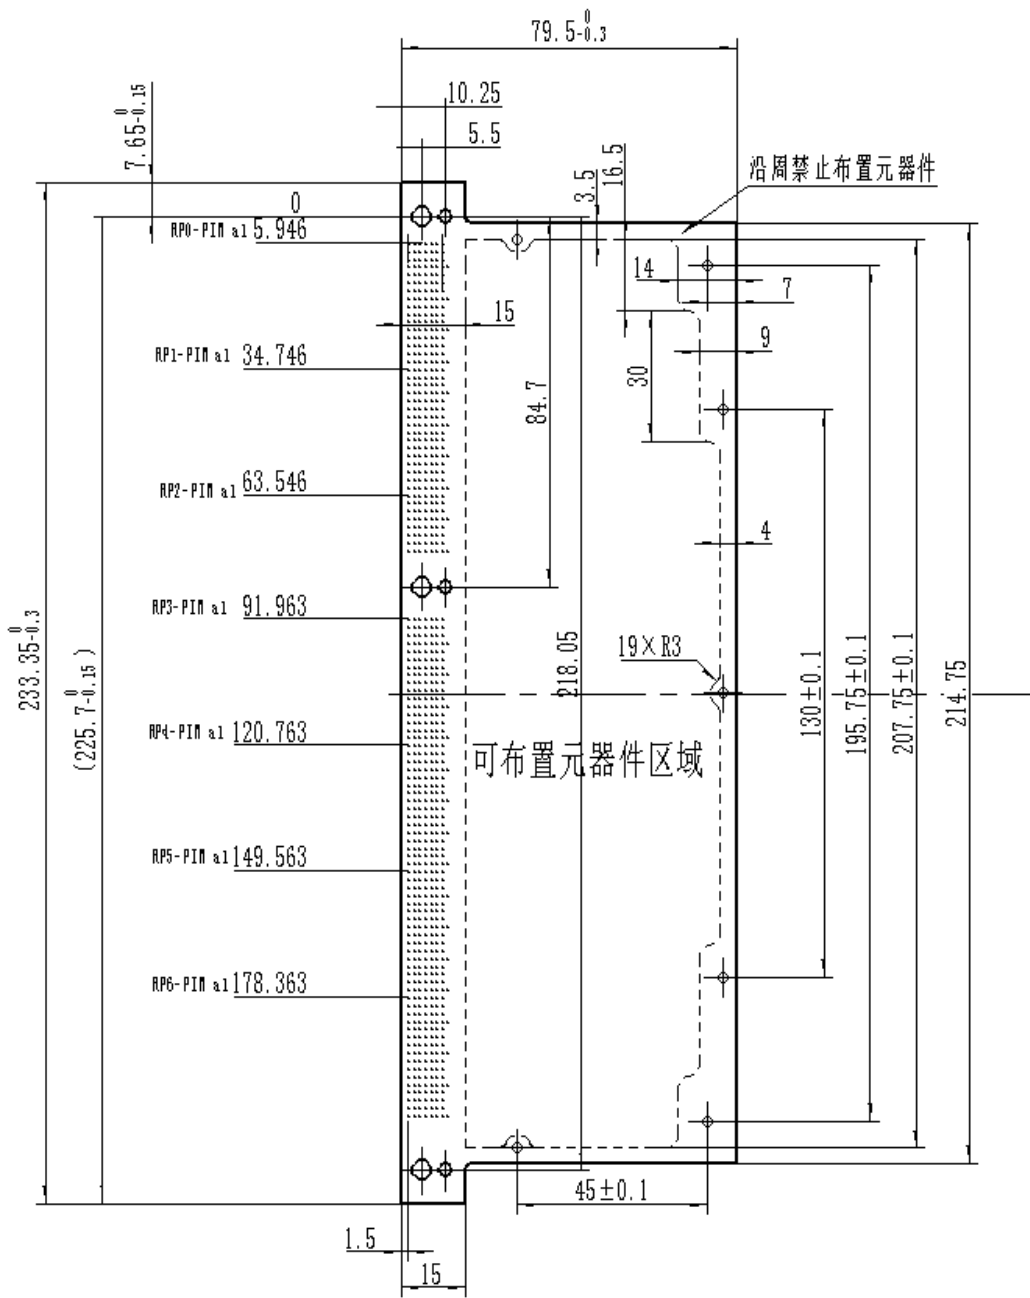

图 10 6U 标准导冷后插模块 PCB 板的安装尺寸
- 5) 后插模块印制板厚度为2mm，在PCB板周围需要设置金属氧化面，具体尺寸见图10；